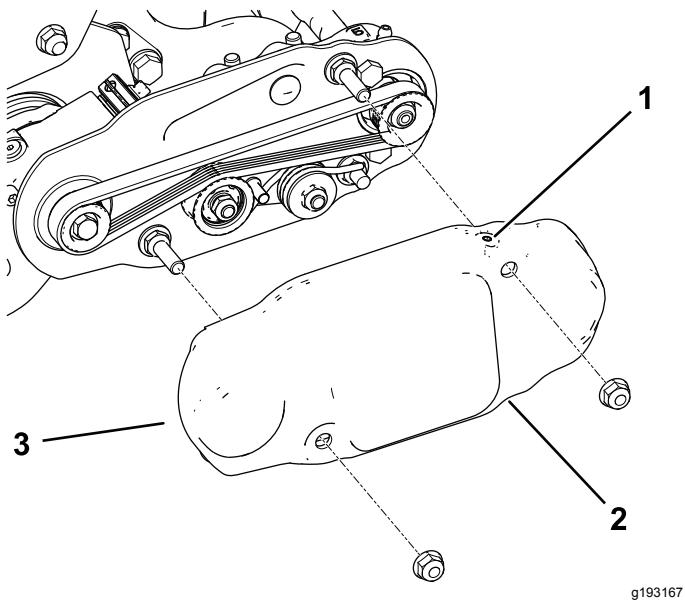

Figura 16
- Fate scorrere il copricinghia sui bulloni di montaggio e fissatelo con 2 dadi flangiati (Figura 16).